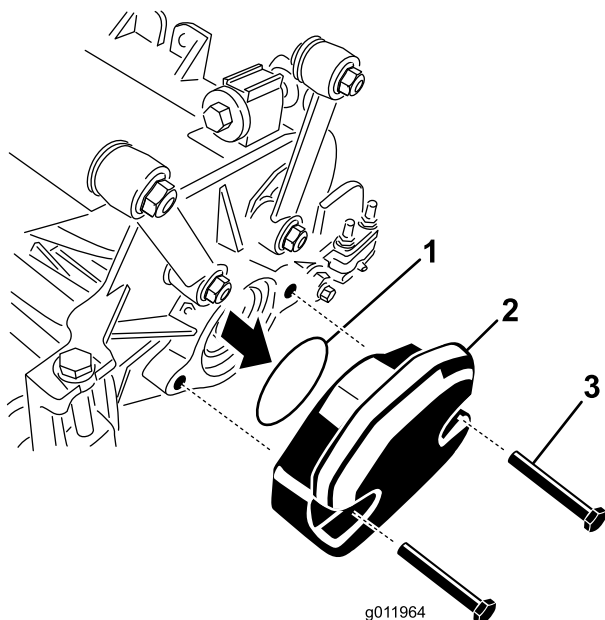

Figure 6
1. Sur le plateau de coupe N° 3, enlevez les 2 vis qui fixent le contrepoids à l'extrémité gauche du plateau de coupe. Déposez le contrepoids (Figure 6).